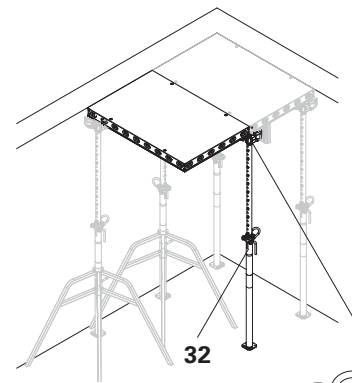

Fig. D2.07
3. Accrocher la tête du dernier étau à l'aide de deux dents dans le panneau, avant la compensation. Deux dents restent pour l'instant non utilisées. (Fig. D2.07 + D2.7a)